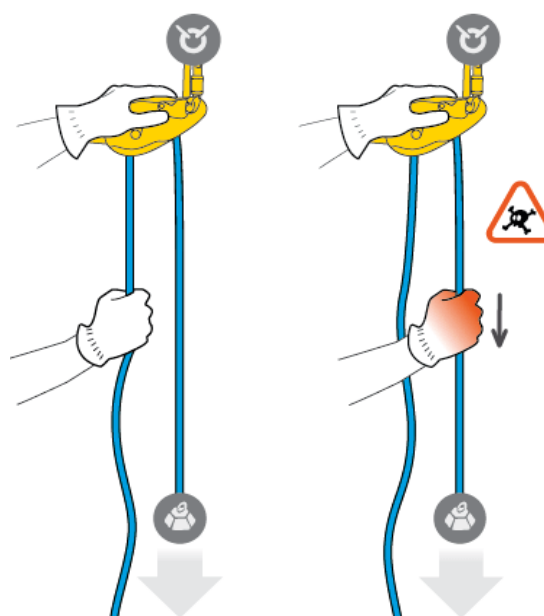

Imagen 94. Técnica de aseguramiento en descenso
- El bombero que asegura debe sujetar la cuerda de seguro/frenado con la mano y basculará el ID para facilitar la circulación de la cuerda en el aparato, según muestra la Imagen 94.